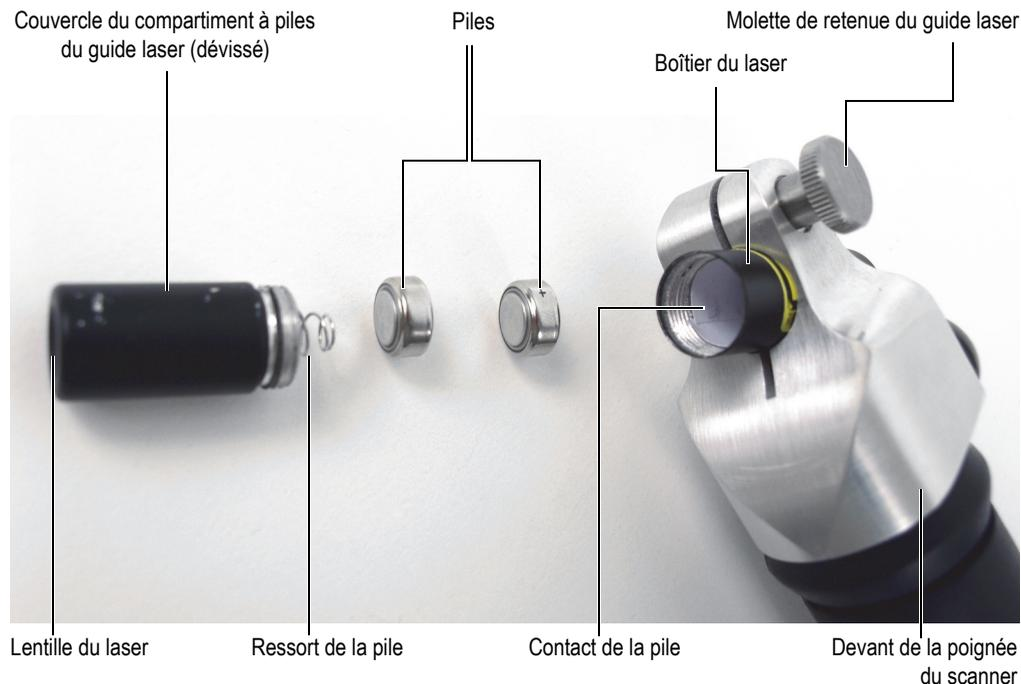

Figure 6-42 Remplacement des piles du guide laser
1. Dévissez le couvercle du compartiment à piles. Il s'agit de la partie du boîtier qui abrite la lentille (Figure 6-42 à la page 124).